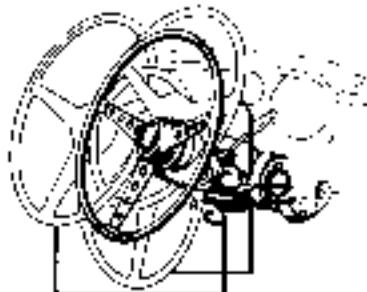

Fig. 15
- 33) Manopola regolazione posizione volante in profondità (Fig. 15). La regolazione si effettua allentando la manopola A e effettuata la regolazione riavvitare la manopola
- 34) Leva regolazione inclinazione volante: spostare all'indietro la leva B di fig. 15 effettuata la regolazione riportare la leva nella posizione iniziale
- 33 Bouton de réglage de la position du volant en profondeur (Fig. 15). La réglage s'effectue en desserrant le bouton A; une fois la réglage effectuée, revisser le bouton
34. Levier de réglage inclinaison du volant; déplacer à l'arrière le levier B de la fig. 15; une fois le réglage effectué, ramener le levier dans sa position initiale
- 33 Knob for steering column adjustment (Fig. 15). Adjust after slackening off the knob A; after adjustment, tighten up knob again
34. Lever for adjustment of steering wheel angle; to adjust, take the lever B (Fig. 15) backwards. After adjustment, return the lever to its original position
31. Hebel fuer Handbremse; dieser Hebel bewirkt die Blockierung der Hinterbremse (Abb. 15). Die Handbremse nu' beim Parken des Autos beziehungsweise bei Anlaufen von Steigungen oder beim Anheller im Haufverkehr verwenden. Durch Druecken des Knopfes am Hebelende kann der Hebel in die erlaubte Stellung gebracht werden.
33. Kugelgriff zur Positionregulierung des Lenkrades (Abb. 15). Die Regulierung erfolgt durch Loesen des Griffes A; nach durchgefuehrter Regulierung den Griff wieder festschrauben.
34. Hebel zur Einstellung des Neigungswinkels des Lenkrades, den Hebel B (Abb. 15) nach hinten verstallen; nach durchgefuehrter Einstellung den Hebel in die Anfangsstellung zurueckbringen.